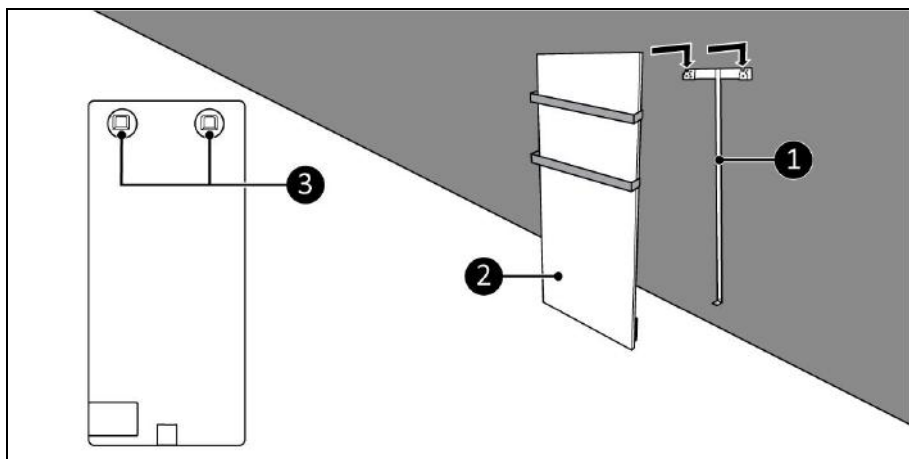

Figura 11
11. Așezați suporturile dispozitivului (Figura 11, poz. 3) peste suportul de perete (Figura 11, poz. 1).
12. Glisați dispozitivul (Figura 11, poz. 2) în orificiile suportului de perete.